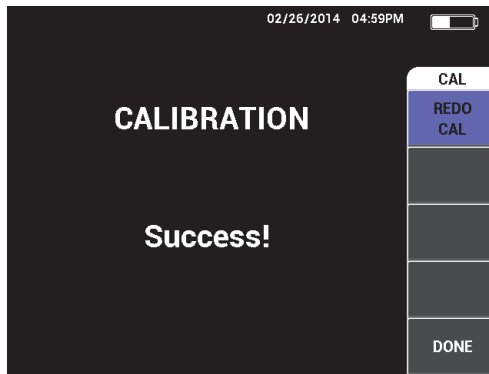

図 5-51 校正完了の確認
5. 画面に**完了**と表示されたら、**完了**を選択して校正を終了します (165 ページの図 5-51 を参照)。